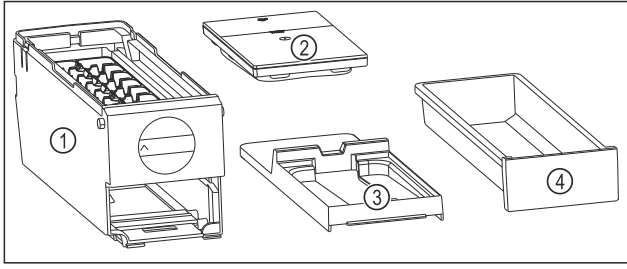

Fig. 168 EasyTwist-Ice parçaları
- EasyTwist-Ice dört parçaya bölünmüştür. (bkz. Fig. 168)
- EasyTwist-Ice sadece resimdeki parçalarına ayrılmalıdır. (bkz. Fig. 168)
- EasyTwist-Ice gövdesini Fig. 168 (1) komple temizleyin.